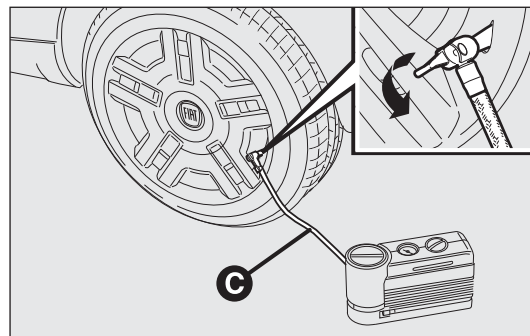

fig. 170
- ☐ Desenrosque el capuchón de la válvula del neumático, extraiga el tubo negro C-fig. 170 y enrosque la corona en la válvula del neumático.